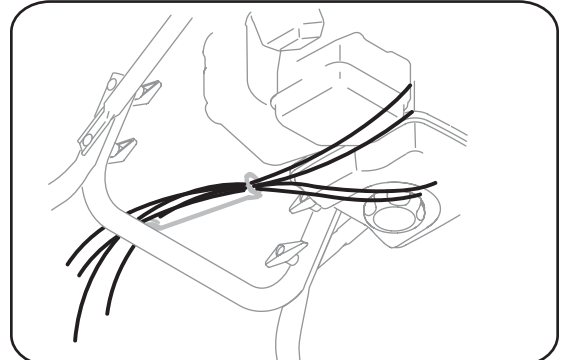

Figure 3-5
5. Vérifiez que tous les câbles sont acheminés dans le guide sur le dessus du moteur. Voir la Figure 3-5. Pour l'expédition, le fil électrique est maintenu sur l'arrière de l'habitacle de la tarière avec un attache-câble. Coupez l'attache-câble et jetez-le avant d'utiliser la souffeuse.